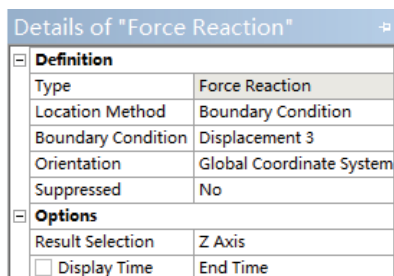

图 17-20 Force Reaction 对象的细节设置
12) 设置 Force Reaction 对象的细节窗口如图 17-20 所示。